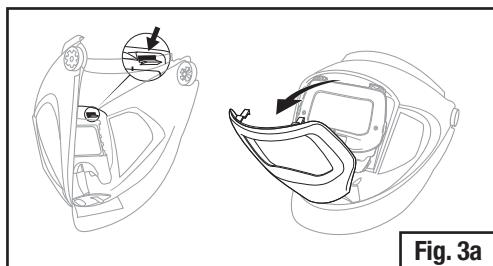

Fig. 3a
- Retirer le panneau avant argenté en pressant les languettes argentées à l'intérieur de l'écran vers le haut de manière à relâcher le mécanisme de verrouillage, puis pousser la languette à travers les ouvertures (endroit indiqué à la Fig. 3a).